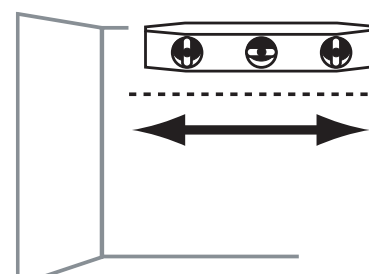

FIG. 1.1
2. Tracer une ligne de niveau de la longueur de la tablette pour la tablette supérieure sur le mur arrière du placard (Fig. 1.1) (L'étagère recouvrira les traits sur le mur).